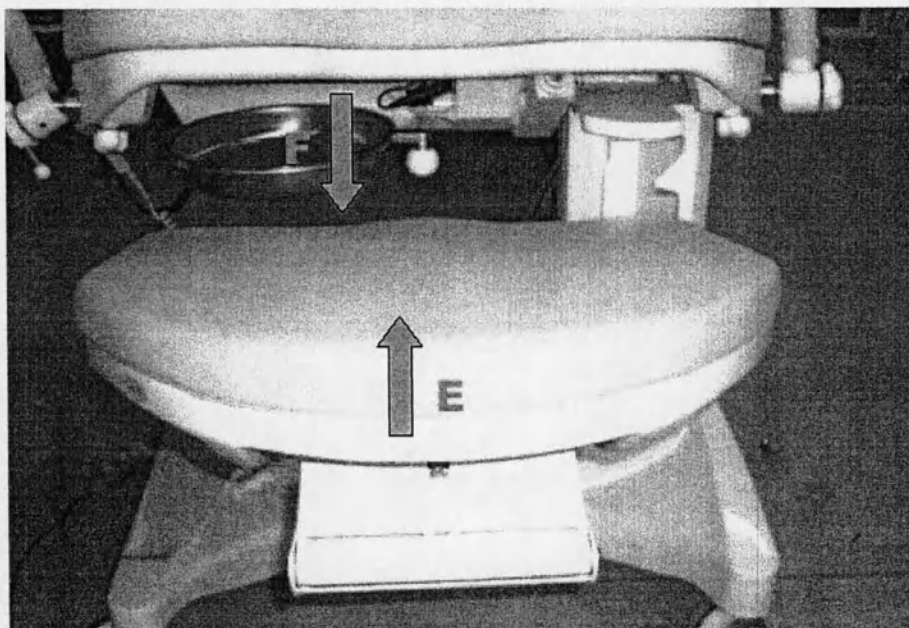

Рис. 8. Складывание ножной секции
- Взять передний край ножной секции правой рукой и потянуть вверх: рис. 8, направление Е.
- Нажать на задний край ножной секции правой рукой: рис. 8, направление F.